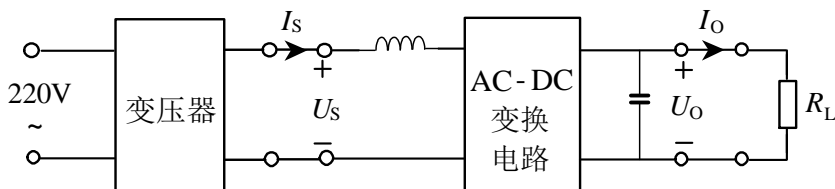

图 1 单相 AC-DC 变换电路原理框图
设计并制作如图 1 所示的单相 AC-DC 变换电路。输出直流电压稳定在 36V，输出电流额定值为 2A。
1. 图 1 中的变压器由自耦变压器和隔离变压器构成。
3. 本题定义：(1) 负载调整率 $S_I = \left| \frac{U_{o2} - U_{o1}}{U_{o1}} \right| \times 100\%$ ，其中 U_{o1} 为 $I_o=0.2A$ 时的直流输出电压， U_{o2} 为 $I_o=2.0A$ 时的直流输出电压；(2) 电压调整率 $S_U = \left| \frac{U_{o2} - U_{o1}}{U_{o1}} \right| \times 100\%$ ， U_{o1} 为 $U_s=20V$ 时的直流输出电压， U_{o2} 为 $U_s=30V$ 时的直流输出电压。
6. 制作时须考虑测试方便，合理设置测试点，参考图 1。